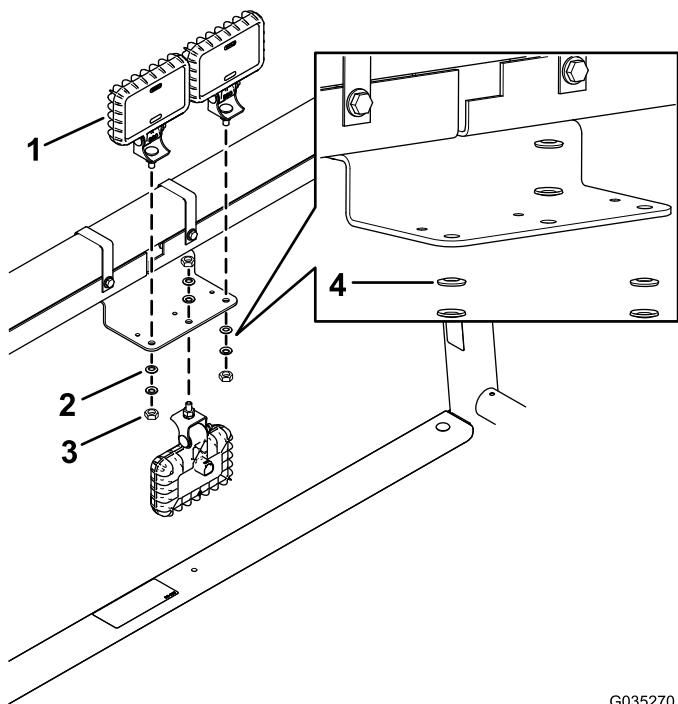

Figure 5
3. Fixez les 3 projecteurs de travail à LED sur leur support à l'aide des 3 écrous à embase (déjà en place sur les projecteurs) et les 6 rondelles élastiques (Figure 5).
Remarque: Veillez à placer la rondelle élastique en tournant la face convexe vers l'écrou à embase, comme montré à la Figure 5.